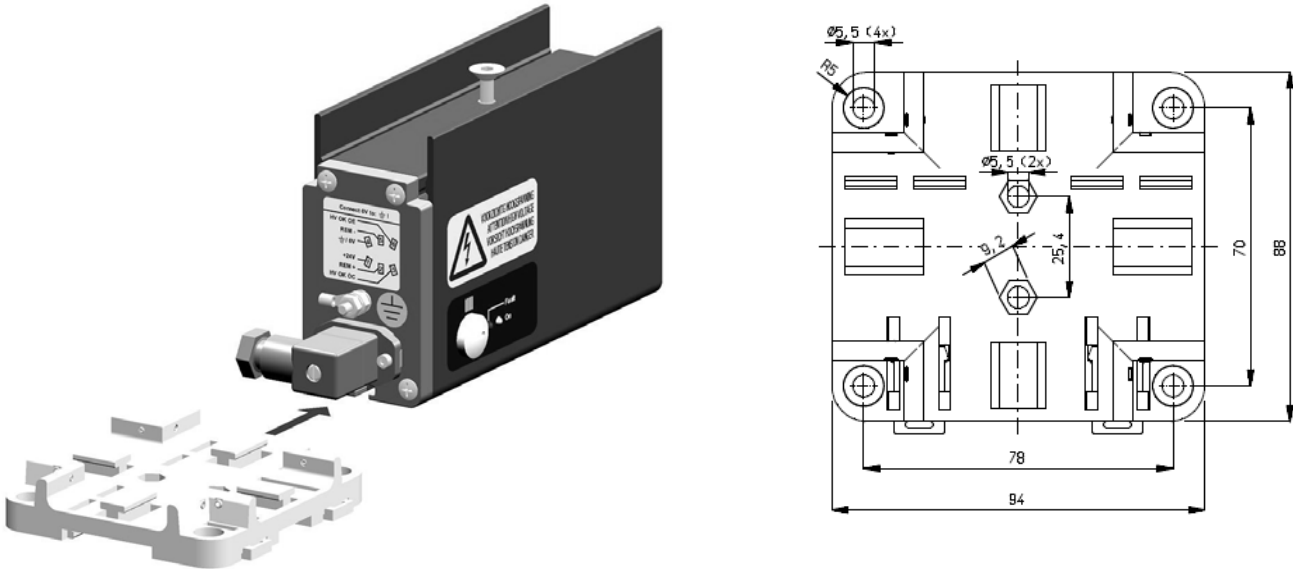

Figure 1
- Installez la barre antistatique de sorte que les émetteurs soient dirigés vers le matériel à décharger. Utilisez le matériel de montage fourni, voir la figure 1.